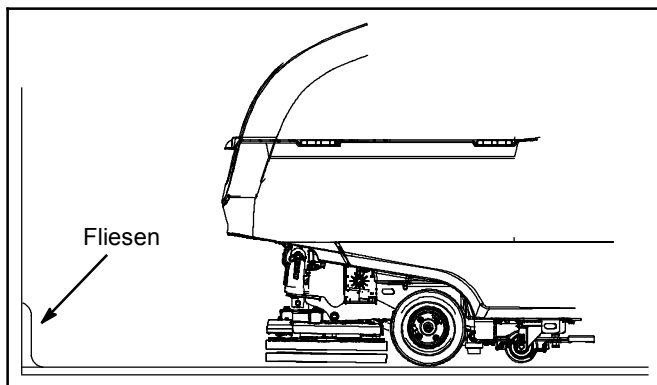

ABB. 42
- Orbital-Schrubbkopfmodell – Seien Sie vorsichtig, wenn Sie in der Nähe von Fliesen (Abbildung 42) und am Boden befestigten Vorrichtungen wie Standwaschbecken und sonstigen zerbrechlichen Gegenständen arbeiten. Halten Sie die Metallkante des Schrubbkopfs fern, um mögliche Beschädigungen zu vermeiden.